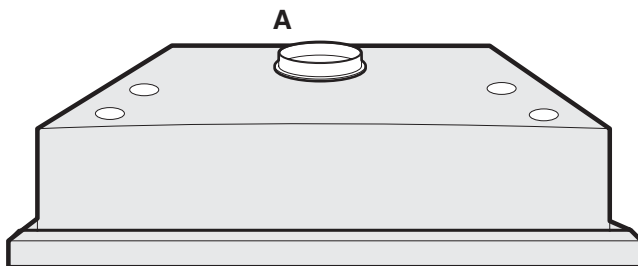

Fig. 1
- L'air est rejeté à l'air libre par un conduit raccordé sur le tuyau d'évacuation **A. Fig. 1.**